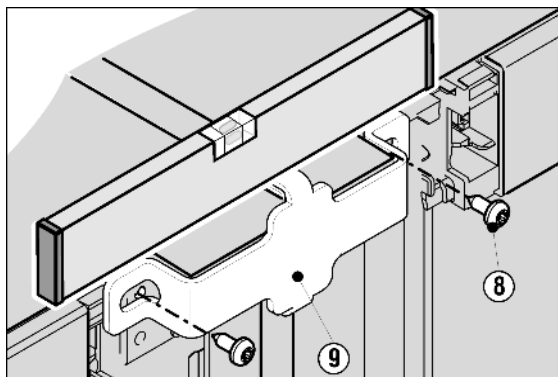

Fig. 13
- Aproxime o nivele de nuevo los aparatos y, mientras tanto, en la parte superior delantera, utilizando los tornillos Fig. 13 (8), atornille la escuadra de fijación Fig. 13 (9) grande. Dado el caso, grabe los agujeros de tornillo o utilice un destornillador de batería.